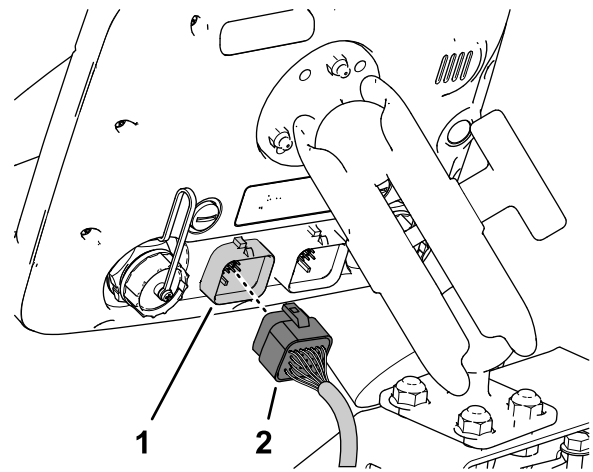

Bild 208
3. Fluchten Sie den 26-Buchsen-Stecker des Datenkabelbaums mit dem 26-Stift-Stecker des Sprühmonitors aus und drücken Sie den Buchse-Stecker in den Stift-Stecker, bis der Riegel des Steckers einrastet (Bild 208).